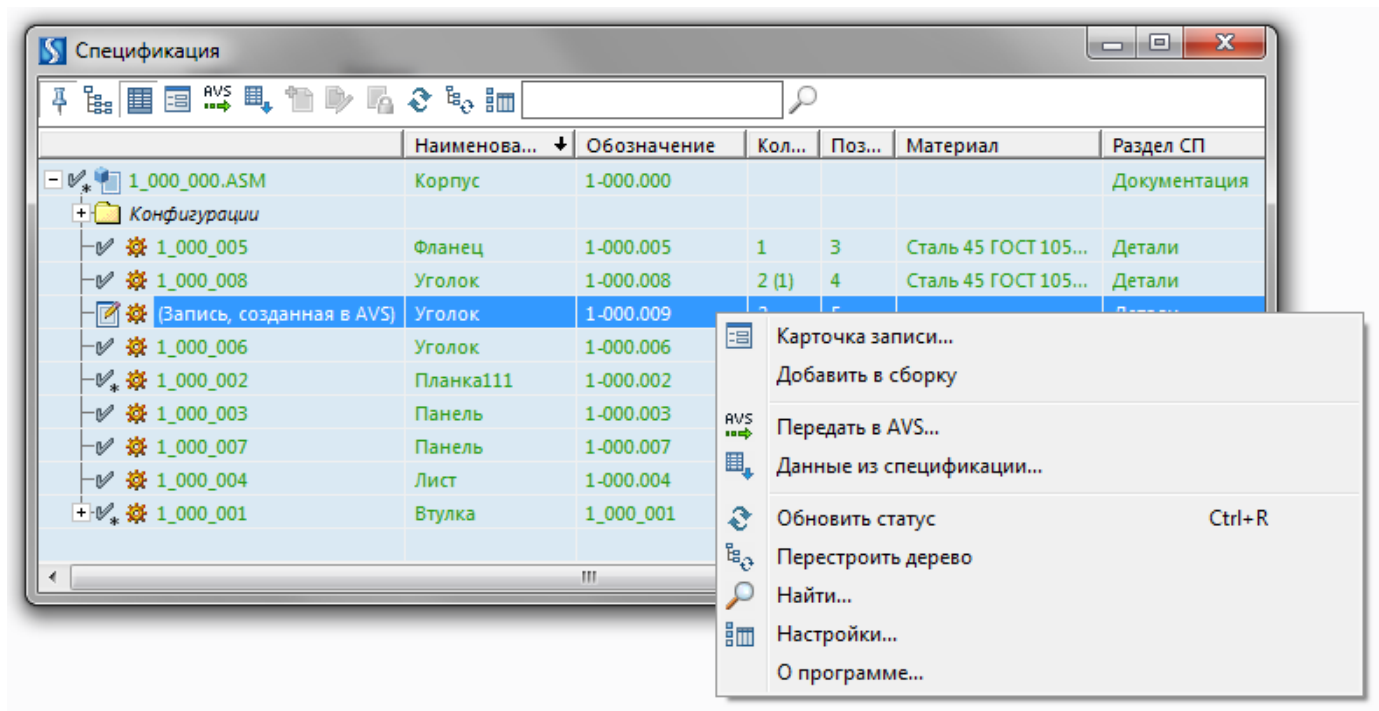

Рисунок 2.7
3. Далее необходимо создать файл в рабочей папке для записи и добавить ее в сборку в CAD-системе. Для этого в контекстном меню для детали выполняем команду **Добавить в сборку** см.Рисунок 2.7. Затем в окне указываем рабочую папку для сохранения модели. В результате в дереве изделия CAD-системы появится добавленная деталь. Вставка в сборку детали производится (в зависимости от CAD-системы) либо в центр системы координат, либо компонент позиционируется в сборке при помощи указателя мыши (перемещается за курсором).